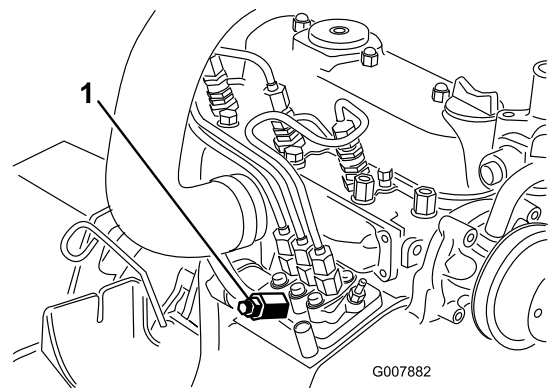

図 48
3. 燃料噴射ポンプについているエア抜きネジの下にウェスを当ててネジをゆるめる(図48)。